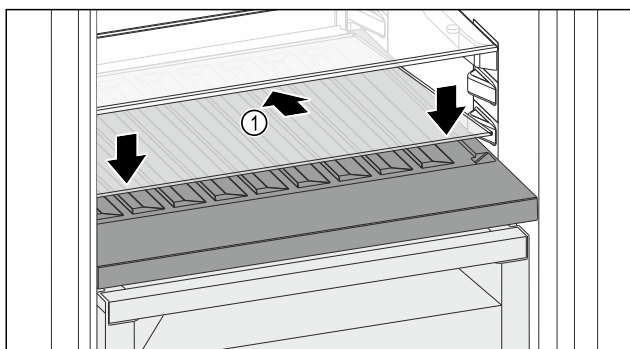

Fig. 111
- Skleněnou desku Fig. 111 (1) zasuňte šikmo a skloněnou dozadu dolů.
- Skleněnou desku Fig. 111 (1) vpředu spusťte dolů.